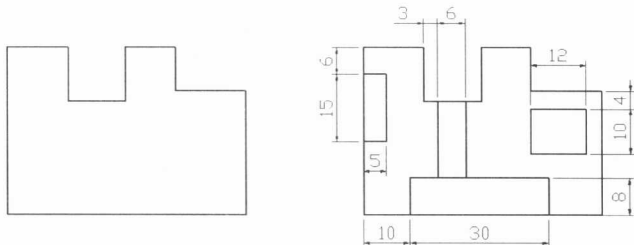

图1-15
**【练习1-15】：** 打开附盘文件“1-15.dwg”，利用极轴追踪、对象捕捉及自动追踪功能，将图 1-15 中的左图修改为右图。